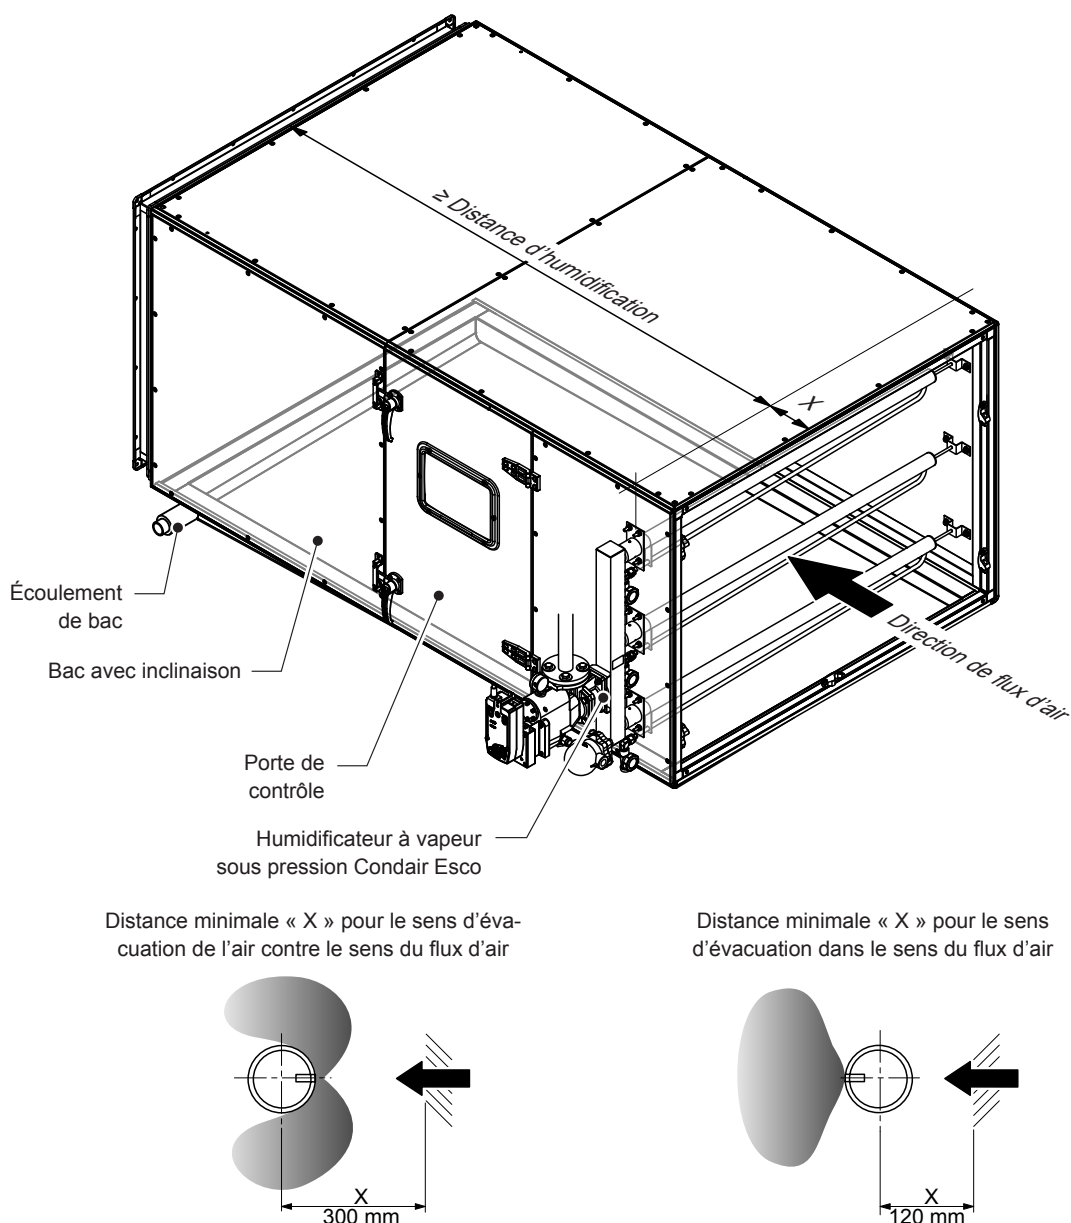

Fig. 27 : Gaine de ventilation/unité de traitement d'air avec DL40: distance aux obstacles en amont et en aval
- Distance aux obstacles en amont de DL40 au moins dimension "X" (voir Fig. 27).